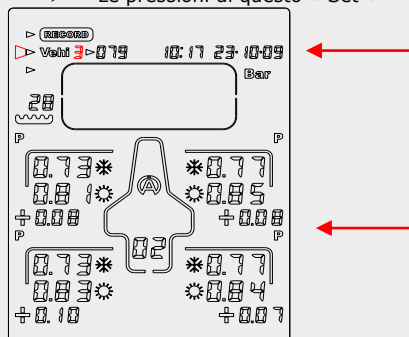

Figura 2
- 2) Con il tasto  o  selezionate l'icona « **Vehi** » (figura 2)
- 3) Con il tasto  o  selezionate il veicolo desiderato (5 in totale) (figura 2)